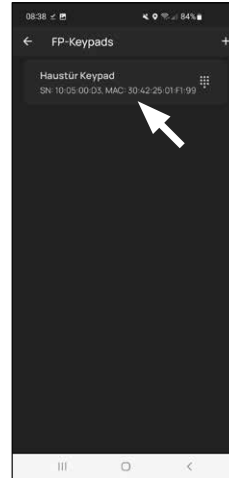

Abb. 8
- Es erscheint eine Auswahl bereits angelegter Tastaturen. Wählen Sie Ihre Tastatur aus (Abb. 8).